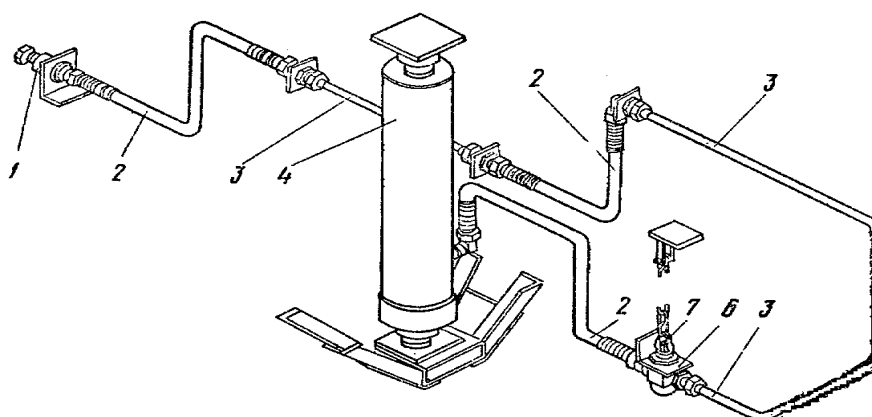
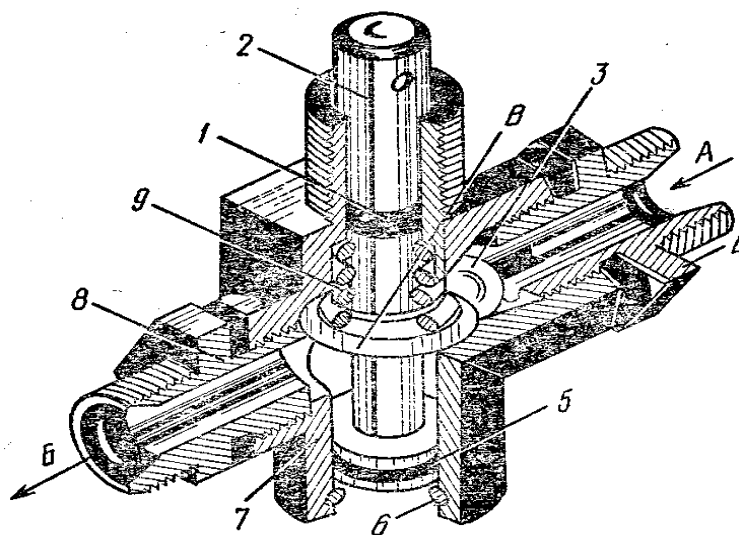

Рис. 17. Схема соединений гидравлическая:
Рис. 20. Кран ограничения угла опрокидывания платформы:
4.8. **Схема соединений гидравлическая** (рис.17). Гидросистема опрокидывающего механизма служит для подъема платформы при разгрузке. Состоит из разрывной муфты 1, гибких шлангов 2, гидроцилиндра 4, трубок 3, крана ограничения угла опрокидывания платформы 6, цепи 7.
4.8.3. Кран ограничения угла опрокидывания платформы (рис.20) предназначен для ограничения угла наклона платформы прицепа при разгрузке на сторону.
При достижении угла подъема цепь 7 (см. рис.17) поднимает поршень 2 в верхнее положение. Буртик «В» (см.рис.20) освобождает шарик 3, который садится на свое седло и прекращает подачу масла в гидроцилиндр прицепа. Подъем платформы прекращается.
Величина угла подъема регулируется длиной цепи 7 (см.рис.17), для платформы с основными и надставными бортами при свале груза на боковые стороны на 50° длина цепи должна быть 900 мм.
При опускании платформы, когда рукоятка гидрораспределителя трактора переведена в «плавающее» положение, давление масла перед штуцером 4 (см.рис.20) уменьшается. Масло из гидроцилиндра поступает к штуцеру 8, отжимая шарик 3, и идет на слив. При этом поршень 2 под давлением масла и пружины 9 перемещается в крайнее нижнее положение.